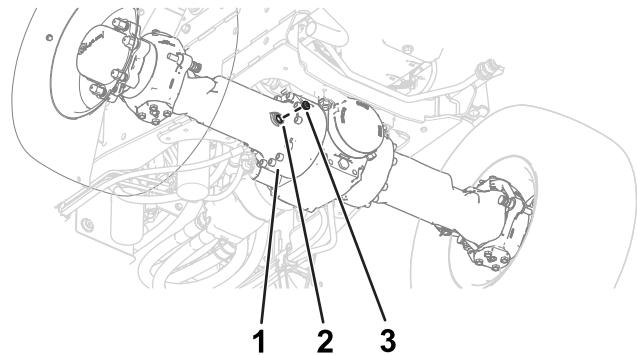
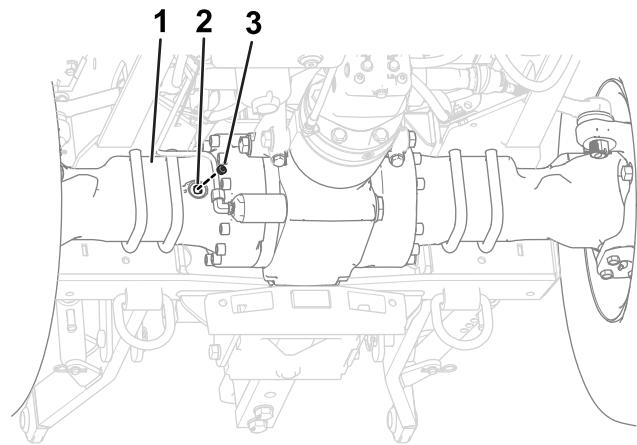

Figura 95
Figura 96
2. Retire los tapones de la mirilla del alojamiento del diferencial del eje (Figura 95 y Figura 96).
3. Mire a través de la mirilla, y compruebe que el nivel de aceite del eje llega a la parte inferior de la rosca del orificio (Figura 95 y Figura 96).
6. Instale el tapón en la mirilla del alojamiento del diferencial del eje (Figura 95 y Figura 96).
Nota: La Figura 96 muestra la posición de la mirilla del eje trasero.